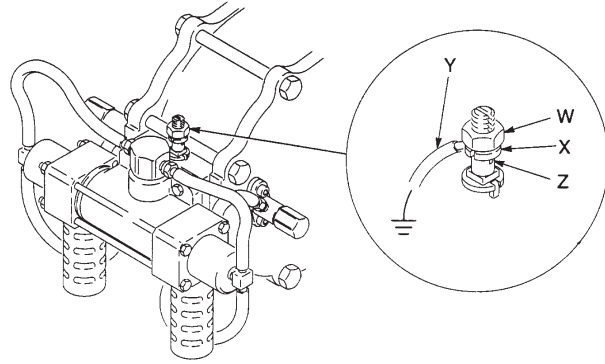

Fig. 1
1. Pompa: utilizzare un cavo e un morsetto di terra come indicato nella Fig. 1.